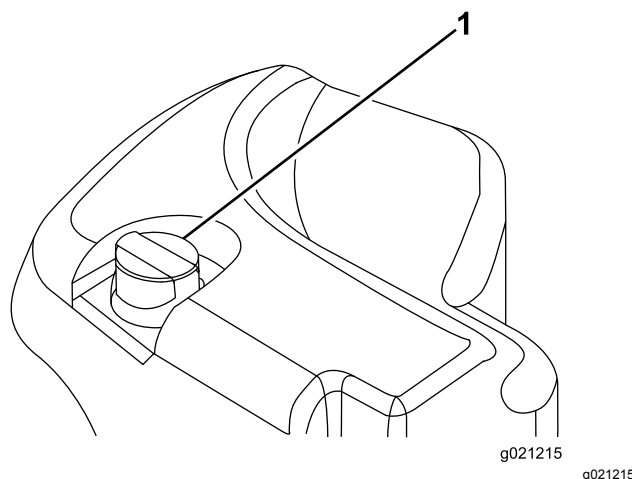

Figure 30
2. Nettoyez la surface autour du goulot et du bouchon de remplissage du réservoir hydraulique (Figure 30). Enlevez le bouchon du goulot de remplissage.